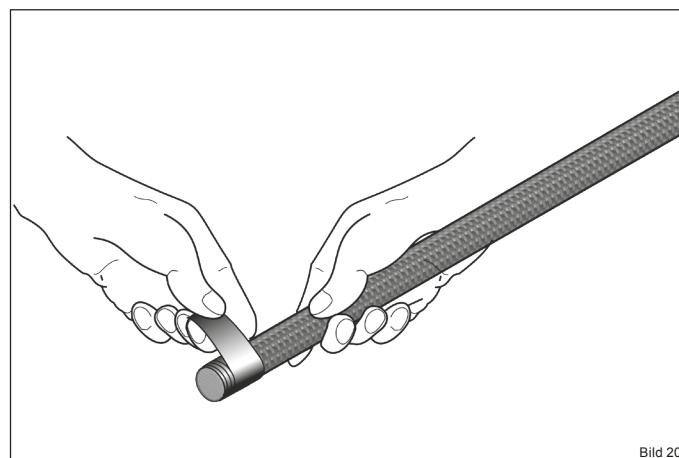
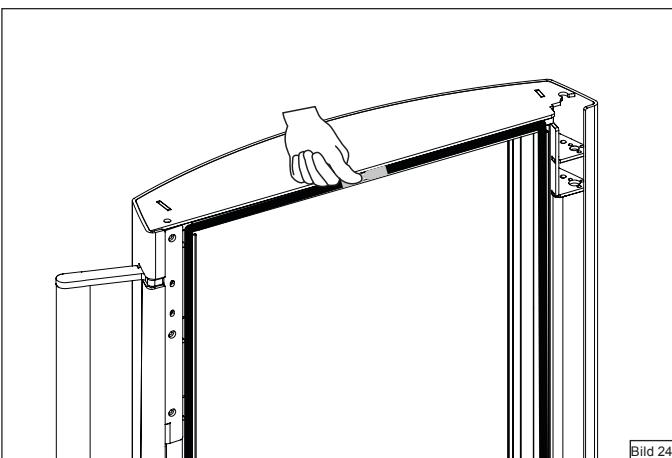

Bild 20
Bild 24
- Umwickeln Sie die neue Dichtung mit dem Kupferband an einer Seite mit ca. 3 cm Länge (Bild 20).
- Umwickeln Sie das Ende auch mit Kupferband (Bild 20) und drücken Sie die Dichtung in die Führung rein (Bild 24)